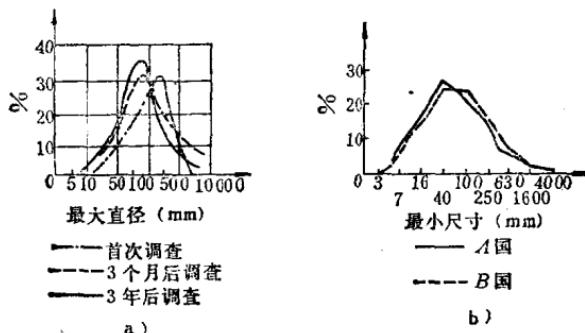

图1-2 零件尺寸的相对稳定性示例
**主** 图1-2 a 是对同一个机床厂的回转体零件最大直径
图1-2 b为某两个国家关于同类零件的最小尺寸的统计比较。您看，它们的最小尺寸分布也很接近。